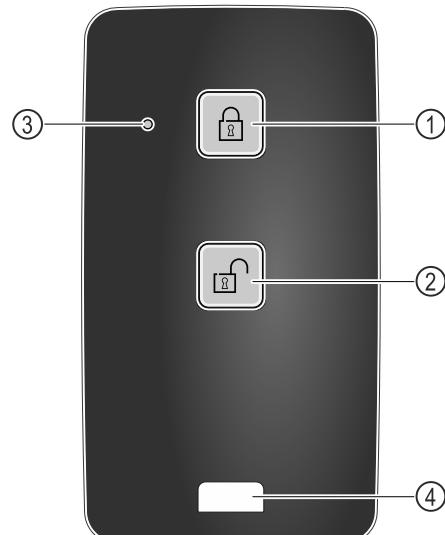

Fig. 218
- (1) Bloquear el cierre (3) LED de estado
(2) Desbloquear el cierre (4) Anilla de fijación
- Pulsar el botón Fig. 218 (1) del mando a distancia.
- Pulsar el botón Fig. 218 (2) del mando a distancia.
- El LED de estado Fig. 218 (3) emite una señal visual al pulsarse el botón.
- Anilla Fig. 218 (4) para la fijación del mando a distancia, p. ej., en un llavero.